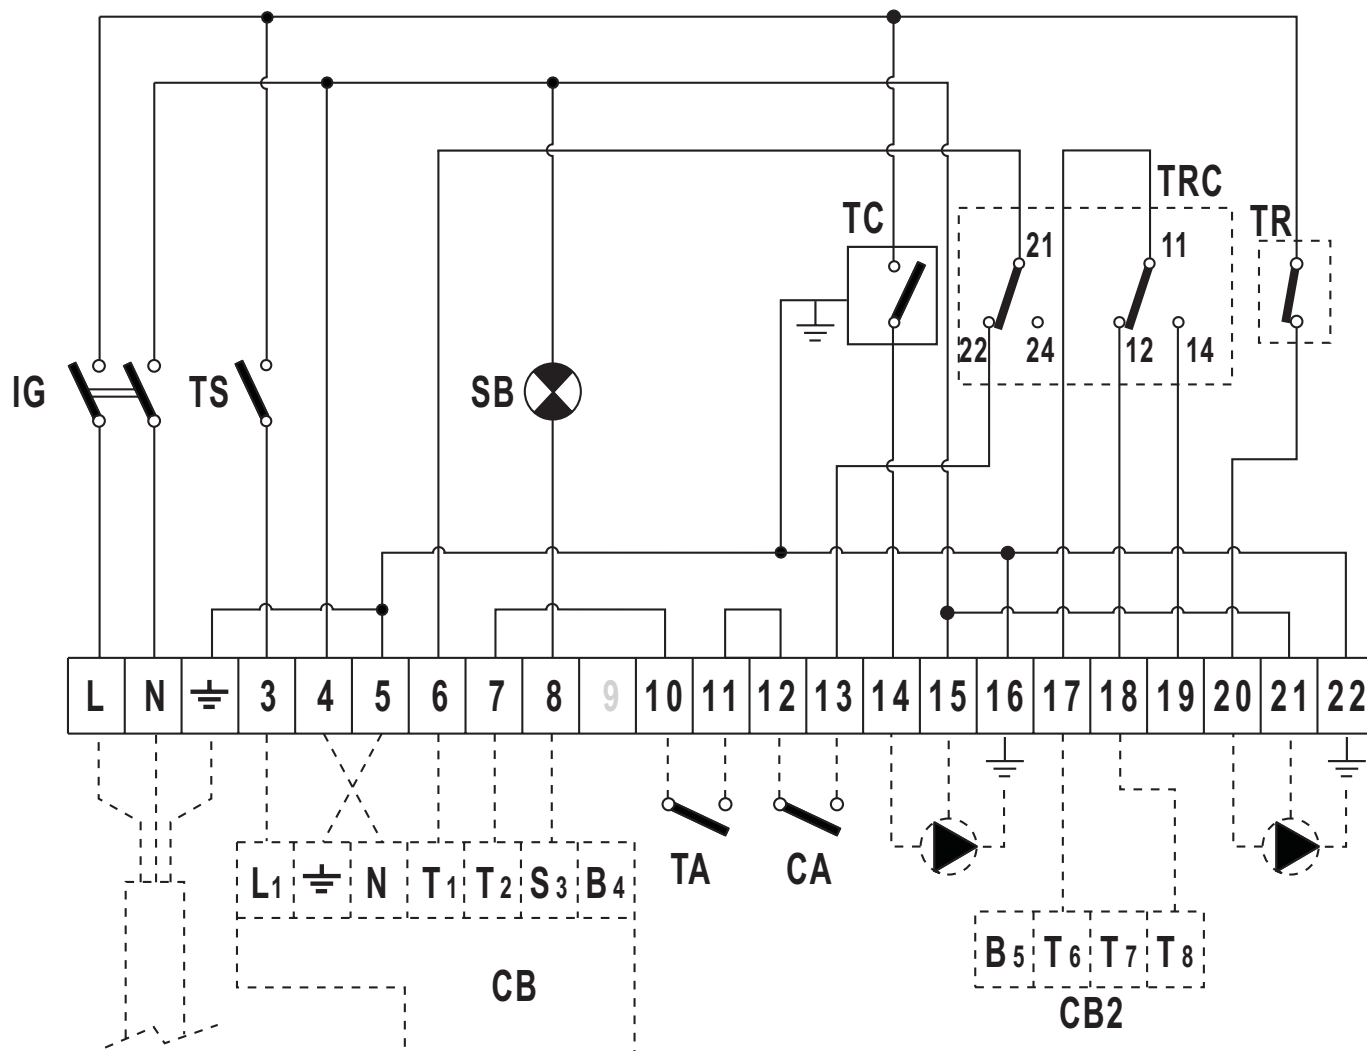

рис. 3 - Электрическая схема панели управления 0Q2K12XA
**0Q2K12XA** – Термостатическая 2-ступенчатая панель управления с рециркуляцией (рис. 3)
### Схема клеммной колодки электрических соединений (рис. 3)